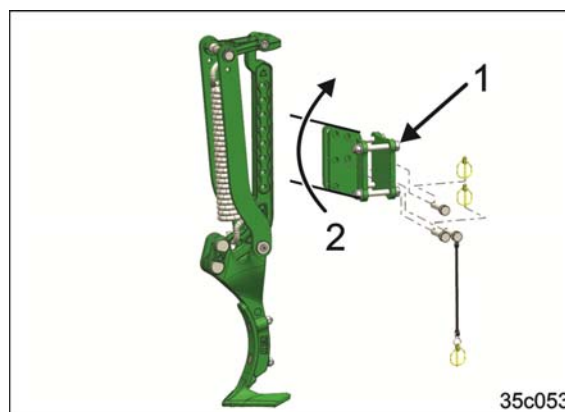

Fig. 127
5. Fjern festeskrueene til mottaket av traktorsporfresen (Fig. 127/1).
6. Drei mottaket til traktorsporfresen oppover (Fig. 127/2).
7. Trekk til festeskrueene til det monterte mottaket til traktorsporfresen (Fig. 127/1).